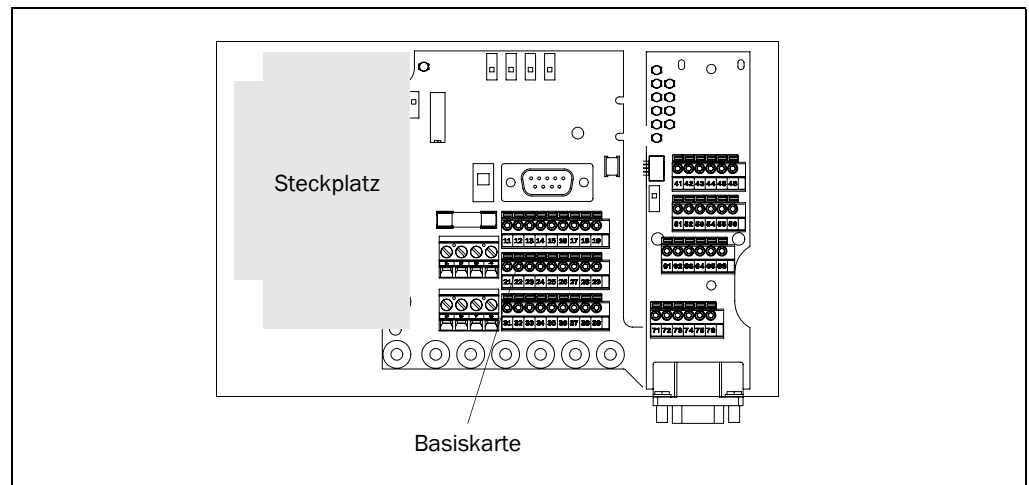

Abb. 2-1: Steckplatz für das Feldbus-Gateway für Profibus-DP im Anschlussmodul
3. Gateway so ausrichten, dass der rote Steckverbinder zur Frontseite des Anschlussmoduls weist. Modul links neben die Basiskarte einsetzen (Abb. 2-1, oben). Der SMD-Steckverbinder muss auf dem Gegenstück der Basisplatine aufsitzen.